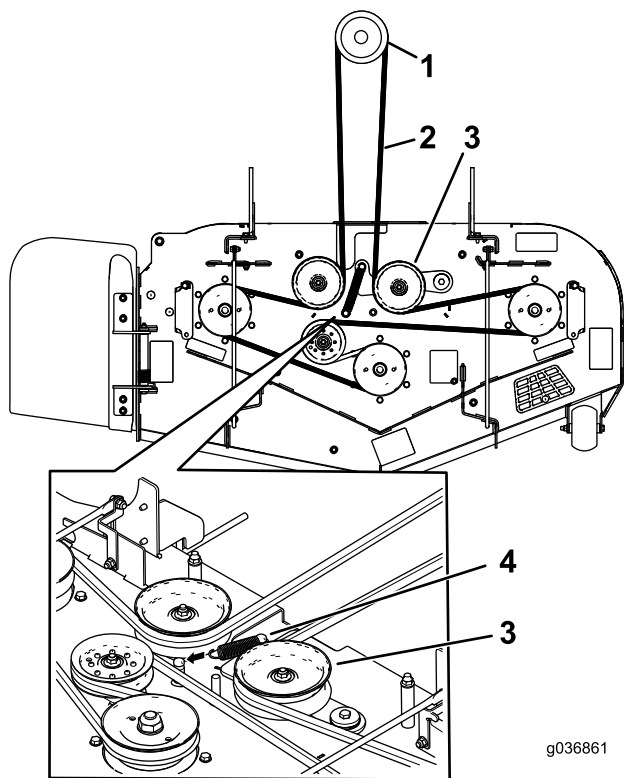
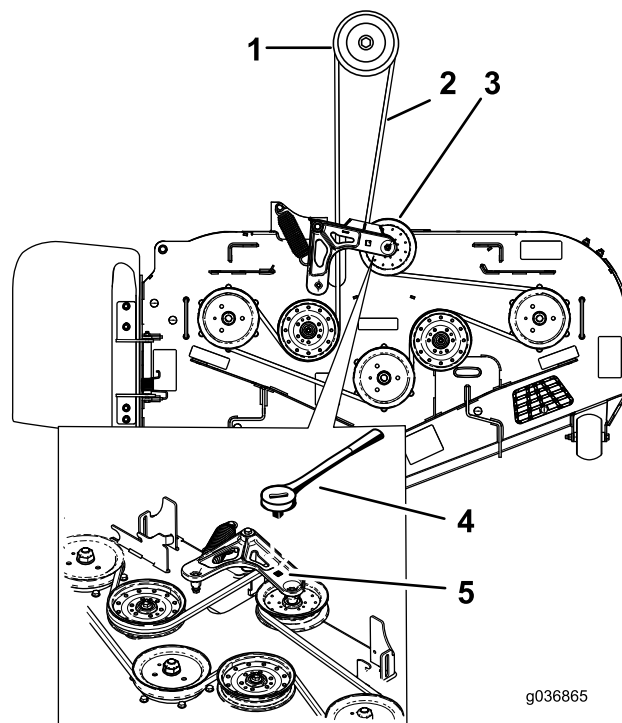

Figura 26
Figura 28
1. Sul tosaerba, eliminate la tensione della molla dalla puleggia tendicinghia caricata a molla; fate riferimento a Figura 26 o Figura 28.
Nota: Per i modelli di soffiatore 78486, 78487, 78488, 78404, 78405, e 78406, utilizzate un cricchetto nel foro quadrato del braccio tendicinghia per rimuovere la tensione sulla molla del tendicinghia (Figura 28).
9. Montate la cinghia del piatto di taglio attorno alla puleggia tendicinghia caricata a molla (Figura 26 o Figura 28).